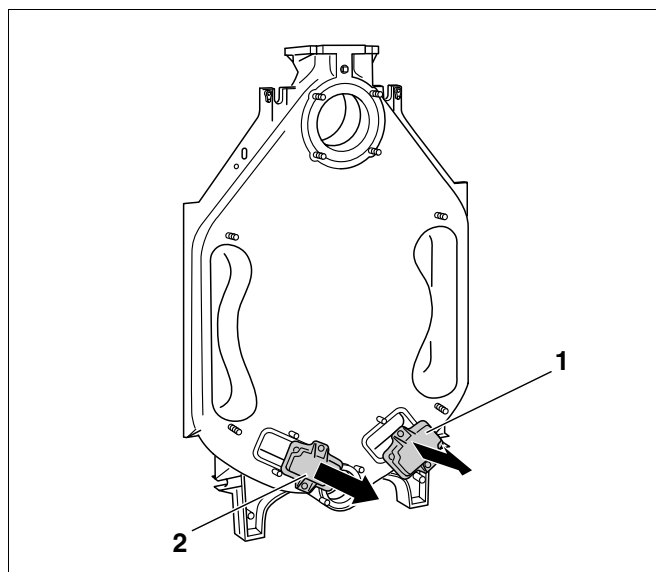

Fig. 7 Demontage du couvercle de nettoyage
- Dévisser le couvercle de nettoyage sur l'élément arrière (fig. 7, **pos. 1 et 2**).